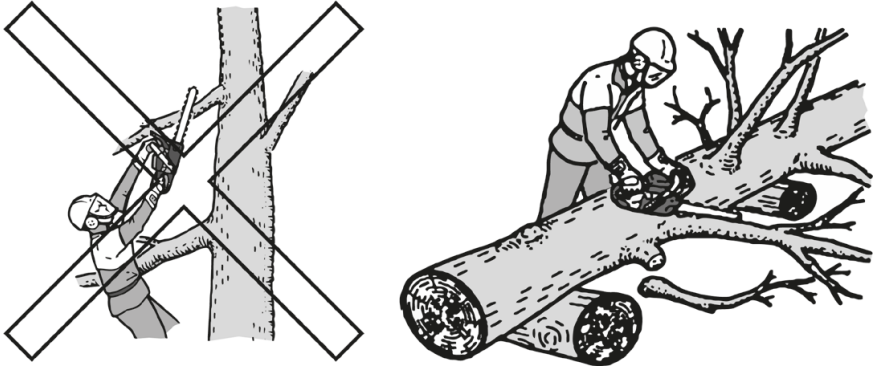

Рисунок 13. Схема обрізання малих гілок.
5.3.3.1 Обрізання малих гілок здійснювати тільки на поваленому дереві згідно зі схемою рис. 13.